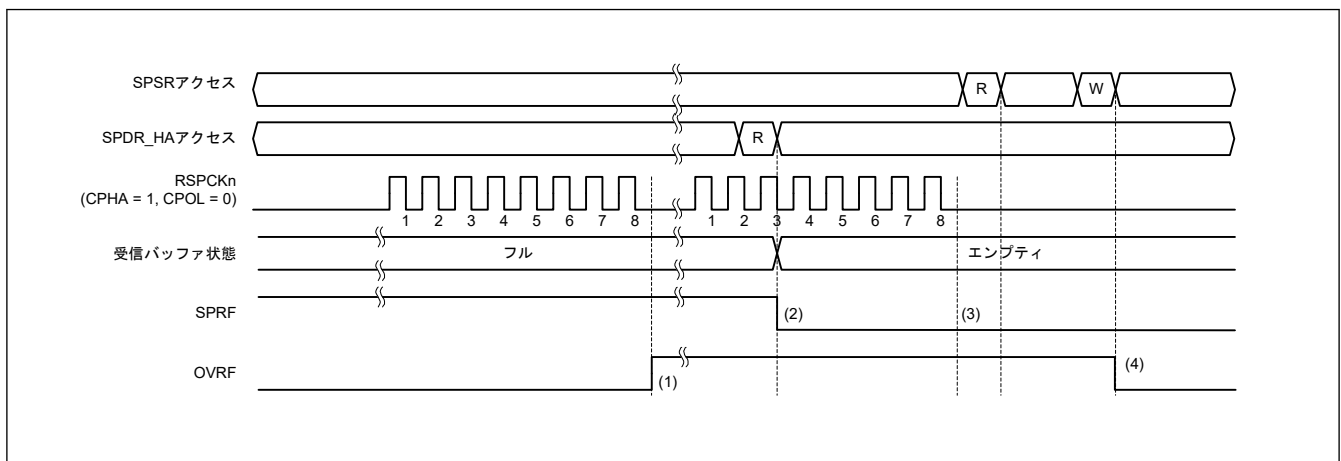

図 30.37 OVRF フラグおよび SPRF フラグの動作例
図 30.37 に OVRF フラグと SPRF フラグの動作例を示します。図 30.37 に記載した SPSR アクセスと SPDR\_HA アクセスは、それぞれ SPSR、SPDR\_HA レジスタへのアクセス状況を示しています。W は書き込みサイクル、R は読み出しサイクルを示しています。この例では、SPCMDm.CPHA ビットが 1、SPCMDm.CPOL ビットが 0 の設定で、SPI が 8 ビットのシリアル転送を実行しています。RSPCKn 波形の下に記載した数字は RSPCK サイクル数 (= 転送ビット数) を示しています。
以下に、図 30.37 の (1)～(4) に示したタイミングでのフラグの動作内容を説明します。